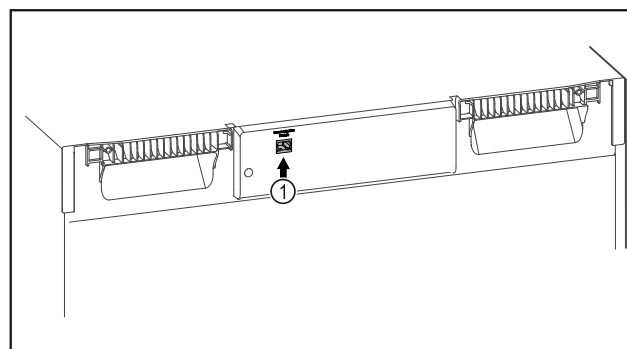

Fig. 107
- SmartModule Fig. 107 (1) is geplaatst.